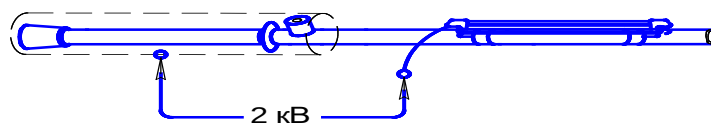

Рисунок 2
5.2 В эксплуатации штанги должны подвергаться периодическим испытаниям, установленным для изолирующих оперативных штанг до 1000 В. При испытаниях изолирующая часть штанги, включая ограничительное кольцо и разъем для подключения прибора оборачиваются металлической фольгой, рисунок 2. Испытательное напряжение прикладывается к клемме гибкого провода и к части штанги, обернутой фольгой. Гибкий провод при этом должен быть намотан на ограничители штанги.